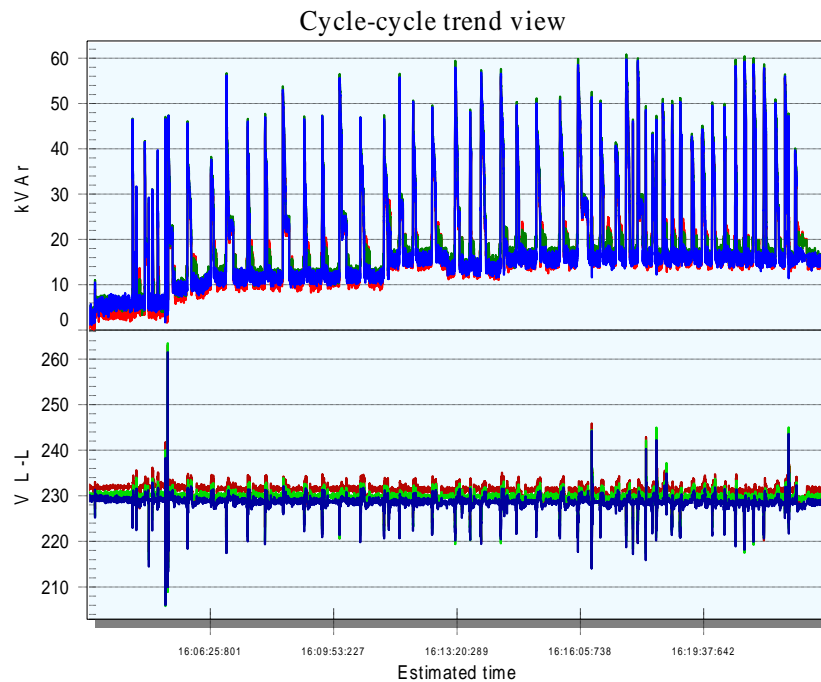
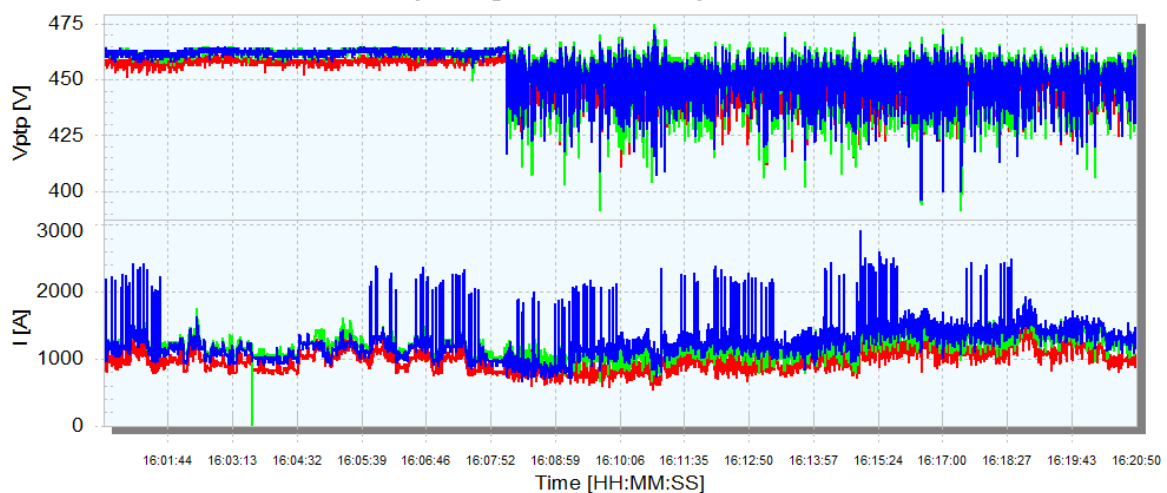

FIGURA 1 – COMPORTAMENTO DA TENSÃO DE GERADOR COM O CONSUMO DE ENERGIA REATIVA DE ELEVADOR.
FIGURA 2 – COMPORTAMENTO DA TENSÃO COM FONTE PRINCIPAL (TRANSFORMADOR) E DE “BACK-UP” (GERADOR)
Existe uma relação direta entre o comportamento da tensão do sistema e a energia reativa consumida pela carga, esta situação é tanto mais perceptível quanto menor for a relação da potencia de curto circuito da fonte em relação a carga consumidora de significativa quantidade de energia reativa; a tensão tende a “cair” causando os conhecidos afundamento de tensão. A figura 1 apresenta o comportamento da tensão do gerador com a operação de um elevador e a figura 2 apresenta o comportamento da tensão com a mudança de fonte (transformador para gerador) para uma carga industrial.
-Esta segunda situação que é ilustrada como o ponto B na curva da figura 2, é uma situação limítrofe de operação do gerador, isto é, caso a carga fosse reduzida para valores ainda mais reduzidos que 60% do valor original sem o conseqüente acompanhamento do banco de capacitores, o gerador seria desligado pelo seu sistema de proteção de excitação. A situação é ainda mais crítica nas situações em que o sistema de compensação reativa é composto por bancos fixos. Portanto, caso o sistema de compensação de energia reativa não tenha velocidade para acompanhar a variação da carga, deve ser desligado quando o gerador assume a carga se aplicado como fonte de contingencia, caso a situação possa não atender os limites estabelecidos pela curva de capacidade.